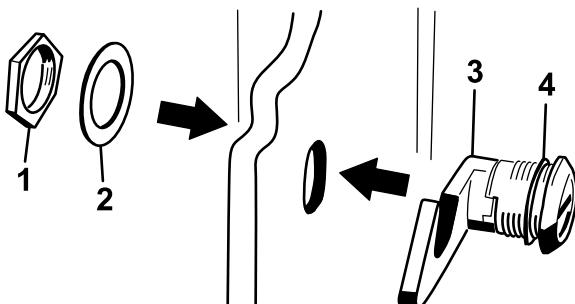

Figura 5
3. Retire a porca do trinco do capot (Figura 5).
4. No lado de fora do capot, insira a extremidade do gancho do trinco através do orifício no capot e certifique-se de que a anilha com vedante de borracha fica do lado de fora do capot (Figura 5).